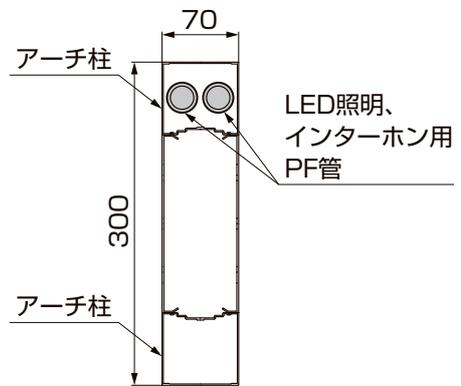

図3-2 配管位置
②照明およびインターホン子機用の配線配管をしてください。(図3-1、図3-2参照)